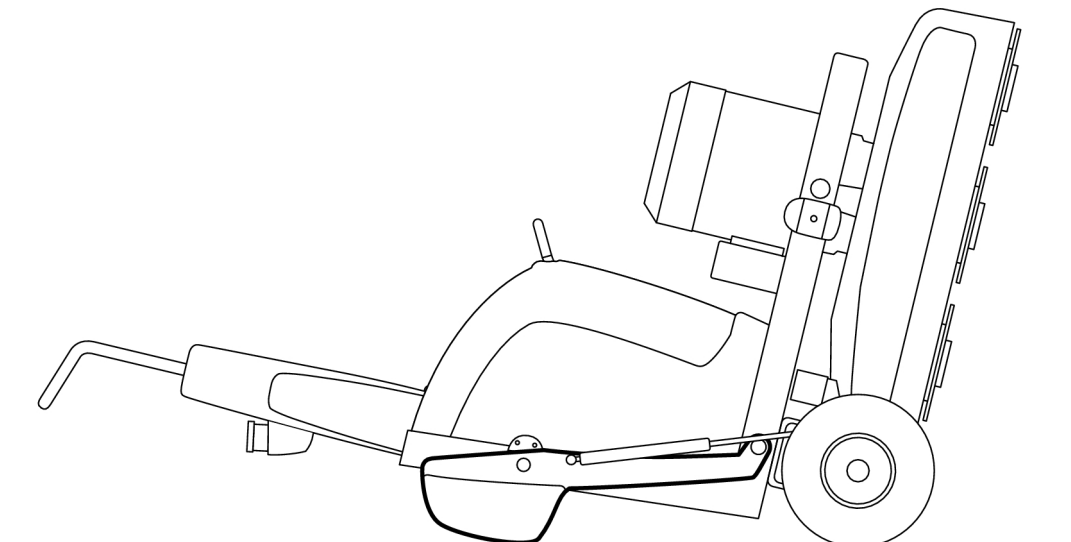

Figure 4-10. La machine repose sur le sol.
5. Soulevez la machine de manière à pouvoir verrouiller le poids dans sa position dépliée. Posez ensuite la machine totalement sur le sol, voir Figure 4-10, page 22.